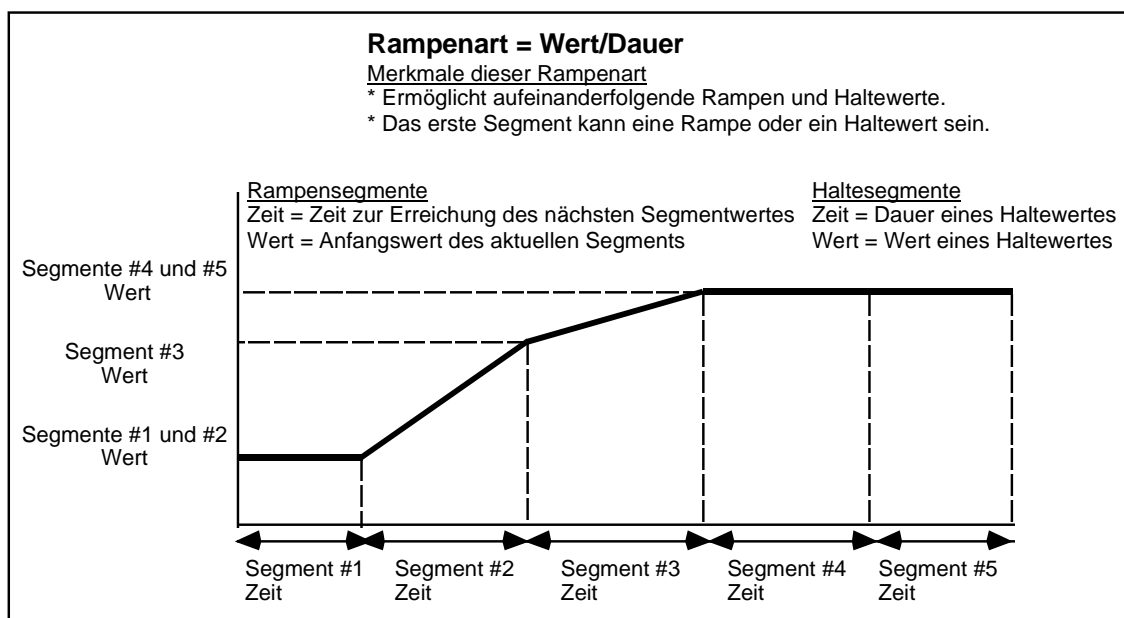

Abbildung 5-3 Rampenart Wert/Dauer
1. Der Wert, mit dem das Programm "beendet" werden soll. In Abbildung 5-3 sehen Sie, daß das letzte Segment ein Haltesegment ist, daher sollte der Wert von Segment 6 auf den gleichen Wert, wie den in Segment 5 gesetzt werden. Jeder andere Wert würde aus Segment 5 eine "Rampe" machen, da der Wert von Segment 5 zu Segment 6 Ansteigend (oder absteigend) wäre.